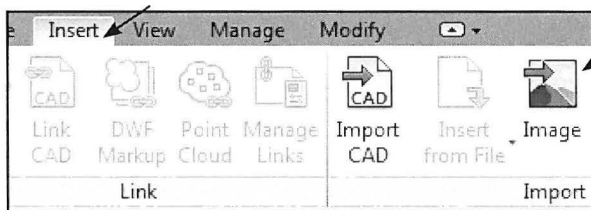

Fig. 16.24. indsæt et billede på tegningshovedet.
- Når du har gemt billedet/logoet på din computer klikkes på *Insert - Image* (Fig. 16.24).